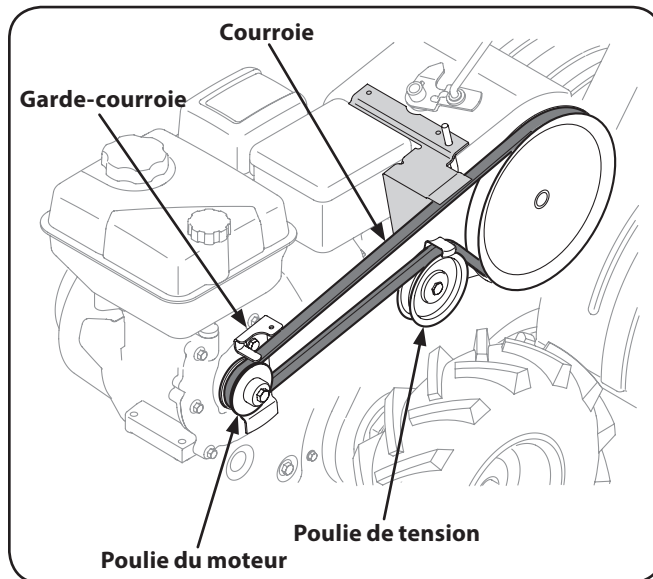

Figure 7-2
4. Enlevez les deux boulons hexagonaux et les rondelles de blocage avant de retirer le garde-courroie qui se trouve derrière la poulie du moteur. Voir Figure 7-2.
5. Enlevez le boulon et l'écrou avant de retirer la poulie de tension. Voir Figure 7-2.
6. Retirez la courroie usée et installez la courroie neuve. Pour replacer le garde-courroie et le couvercle de courroie, suivez les instructions dans l'ordre inverse. Voir Figure 7-2.